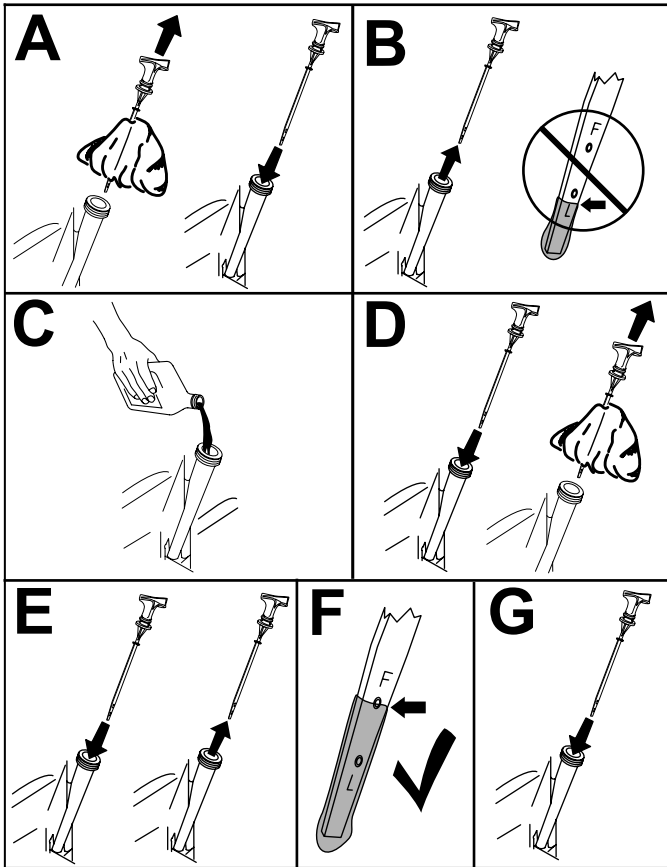

Figure 32
3. Contrôlez le niveau d'huile moteur (Figure 32).